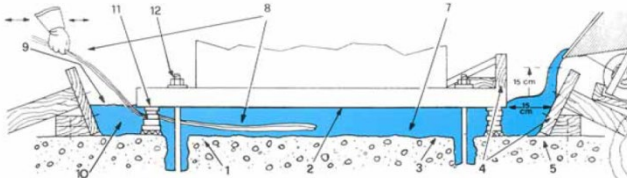

Рисунок 1: Схема применения MasterFlow 928 для высокоточной цементации оборудования
4. В целях предотвращения вытекания состава опалубка должна быть изготовлена из прочного водонепроницаемого материала и надежно заанкерована и подперта, чтобы выдержать давление состава после укладки. Со стороны, откуда будет заливаться MasterFlow 928 следует предусмотреть зазор в 150 мм между опалубкой (см. рис.1) и основанием станины оборудования. С боковых сторон следует предусмотреть зазор не менее 50 мм между опалубкой и боковыми сторонами станины.